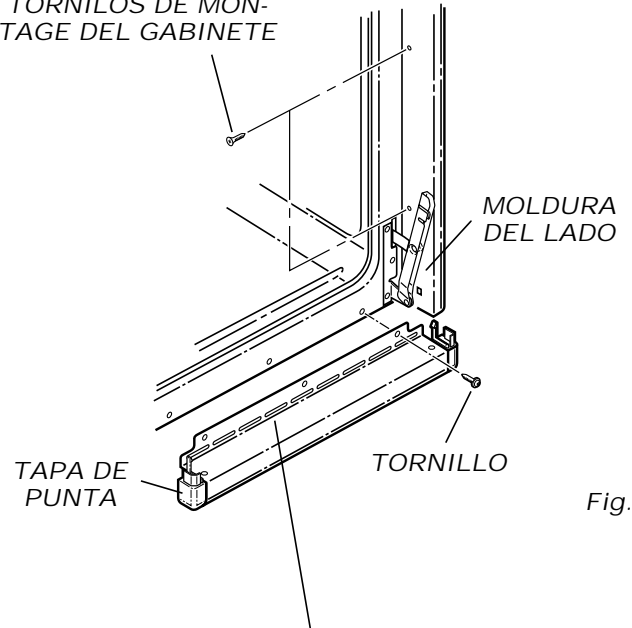

Fig. 5
- Instale las tapas de las puntas y la moldura de abajo en el frente del marco con los tornillos que se proveen. (Vea Fig. 5).
- Los Tres tornillos deben estar a 1/4" min. de la parte de arriba del corte (Vea Fig. 5).